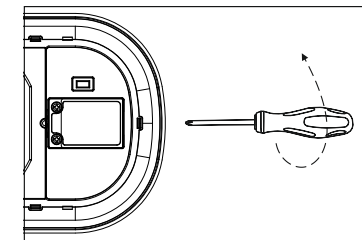

Рис. 3
- 5.14 Открутите защитную крышку клеммной колодки на внутренней части корпуса осветительного прибора (рис. 3).